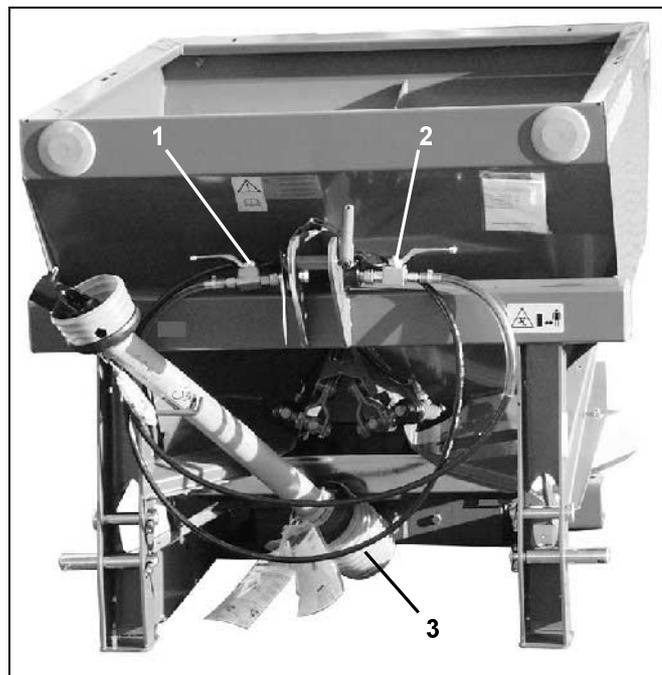

Fig. 19
- Die hydraulischen Anschlussleitungen (Fig. 19/1 und Fig. 19/2) in die dafür vorgesehenen Halterungen stecken.
- Gelenkwelle (Fig. 19/3) in die Haltevorrichtung (Fig. 19/4) legen (siehe Abbildung).